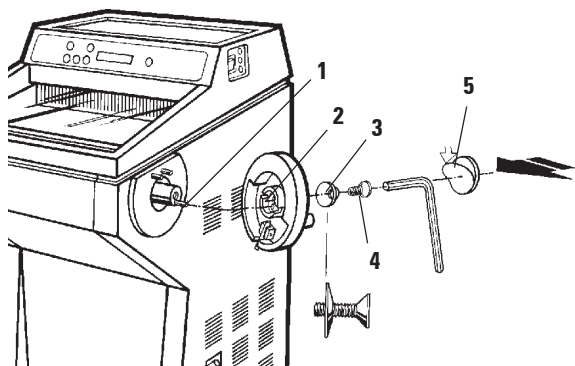

Fig. 5
- Sæt håndhjulsaksens tap (1) ind i boringen (2) på håndhjulet.
- Sæt som vist i **fig. 5** fjederskiven (3) på skruen (4).
- Stram skruen (4) med en unbrakonøgle (5 mm).
- Anbring dækskive (5) (selvklæbende).